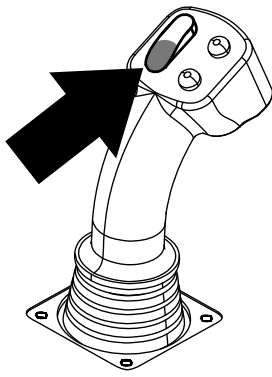

Рисунок 15
7. Удерживайте нижнюю часть перекидного переключателя (Рисунок 15) в нажатом положении до тех пор, пока рычаги не повернутся вместе с трубой обратно в исходное положение и захваты не откроются, как только труба войдет в гнездо кулачкового механизма (Рисунок 16).